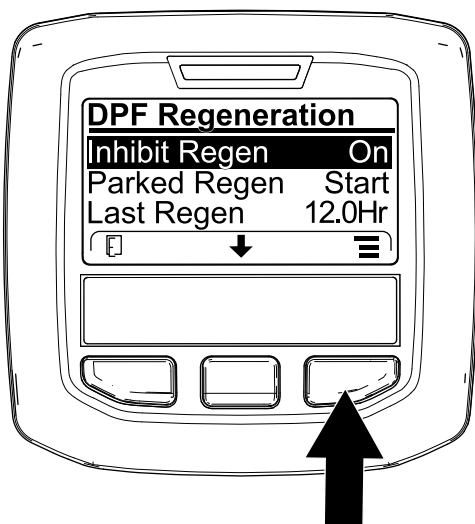
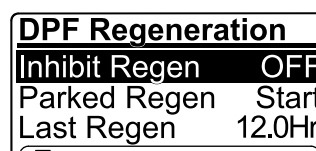

Figura 44
Figura 45
1. Accesezi meniul DPF Regeneration (Regenerare DPF), apăsai butonul central pentru a derula în jos la opțiunea INHIBIT REGEN (Inhibare regenerare) și apăsai butonul din dreapta pentru a selecta accesarea Inhibit Regen (Inhibare regenerare) (Figura 44).
la Oprire (Figura 44) sau de la Oprire la Pornire (Figura 45).